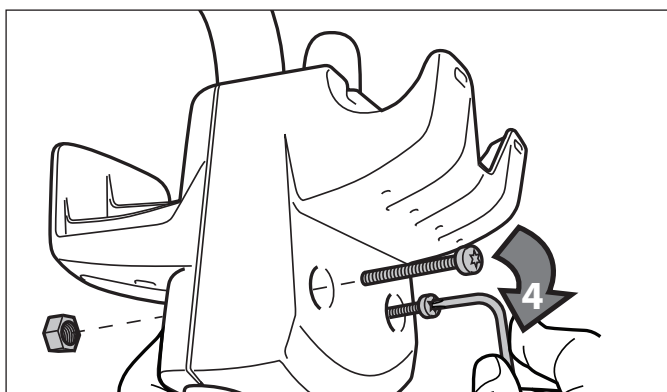

Figure 4. Bien fixer les poignées
- Fixer le crochet d'alimentation en utilisant deux (2) boulons et deux (2) écrous et serrer avec la clé Torx. Se référer à la figure 4.